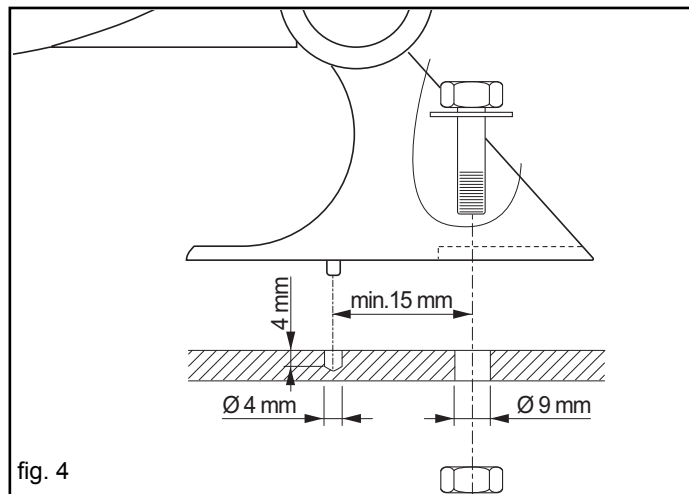

fig. 4
4.2 MONTERING AF SKÆRMEN (Fig.4)